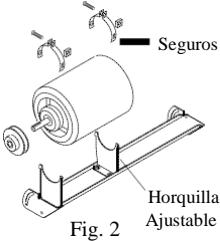

Fig. 2
**• Monte el motor.** Instale el motor del ventilador en las horquillas de la montura. Ajuste la horquilla ajustable si es necesario y sujeté el motor con los seguros (véase fig. 2).